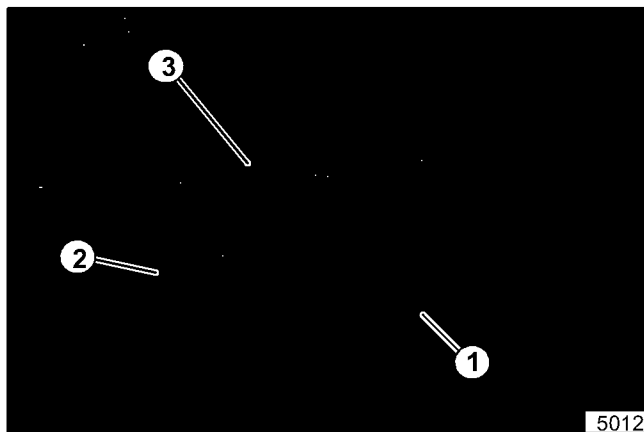

Figura 19. Placas de la Transmisión y de Montaje
3. Suelte los herrajes que están asegurando la placa de montaje (dando soporte a la polea de propulsión del enrollador) y el soporte (vea la figura 19).